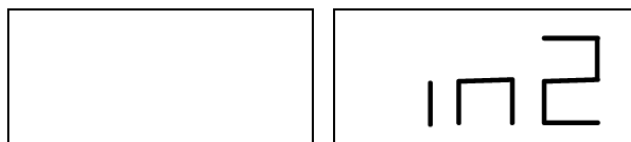

Рис. 6.4 - Ввод позиции веса W2
6. Если угол больше 120° , стенд будет отображать сообщение, показанное на рисунке 6.2, в течение одной секунды и будет издавать трехкратный звуковой сигнал, указывающий, что должна быть выбрана другая точка. Если угол меньше 120° , стенд будет отображать сообщение, показанное на рис. 6.4, что позволяет перейти к следующему шагу;